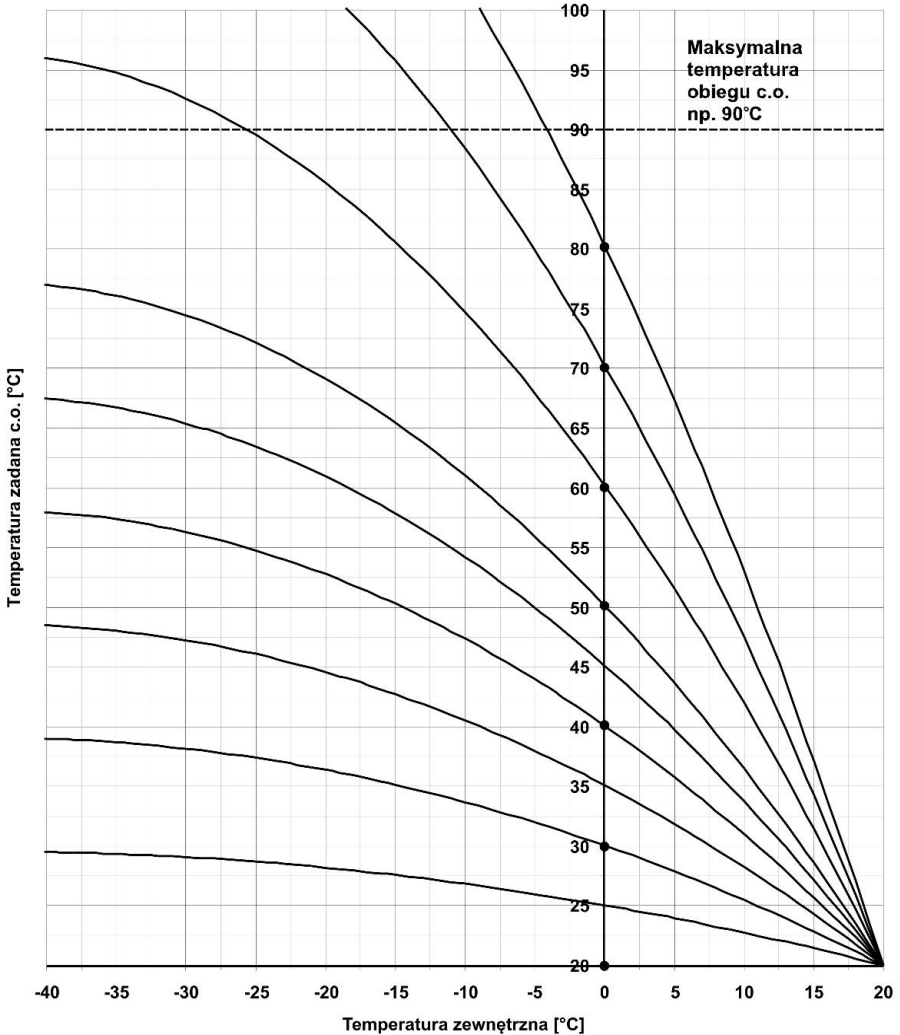

Abbildung 2. Wettercharakteristik.
Die Heizungswassertemperatur, die für die Aufrechterhaltung der konstanten Raumtemperatur notwendig ist, hängt hauptsächlich von der Außentemperatur und von den thermischen Eigenschaften eines Gebäudes. Regler UMS-4PS ermöglicht die Einstellung einer entsprechenden Steilheit und Verschiebung der Wettercharakteristik. Das Diagramm auf der Abbildung 2. zeigt die Beziehungen zwischen der Außentemperatur (oder der durchschnittlichen Außentemperatur), den eingestellten Parametern und den Temperatursollwert im Heizkreis.
**Steilheitsfaktor der Wettercharakteristik [cF40]** - der Parameter bestimmt die Temperatur, die das Heizungswasser erreichen soll, wenn die Außentemperatur bei 0°C liegt. Auf dem Diagramm (Abbildung 2.) wurde Beziehung zwischen Außentemperatur und der Heizungswassertemperatur für zehn Beispieleinstellungen des Parameters [cF40].